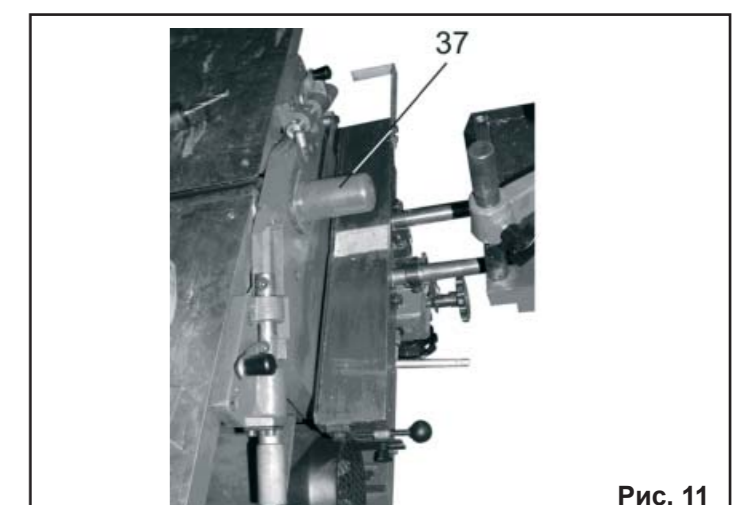

Рис. 11
- установить стол подачи (20) и приёмный стол (53), Рис. 11, 12, в одно из фиксированных рабочих положений (срабатывает конечный выключатель SQ1);
8.3.1. Перед установкой фрезерной головки (39), насадной фрезы (не комплектуется) или фрезерного патрона (44) необходимо снять защитный стакан (37), Рис. 11, 14.